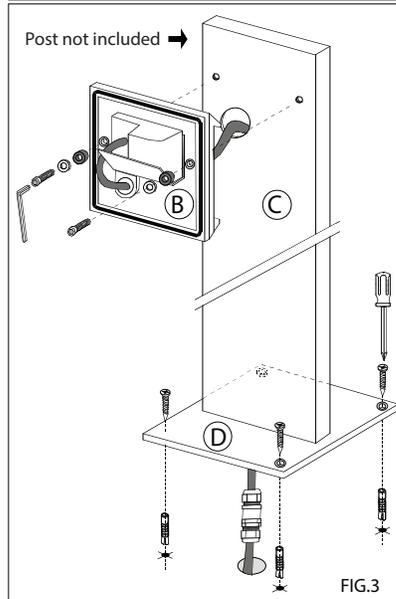

FIG.3
- Introdurre il cavo dell'apparecchio nel palo C e collegarlo al cavo di rete. FIG.3
- Fissare la piastra B al palo usando le rondelle in gomma e acciaio e le viti a brugola in dotazione. FIG.3
- Fissare la piastra D del palo a pavimento con viti e tasselli adeguati. FIG.3
- Insert the cable of the fitting into the pole C and connect it to the network cable. FIG.3
- Fix the plate B to the pole using the supplied rubber and steel washers and the Allen screws. FIG.3
- Fix the plate D of the pole to the floor with suitable screws and dowels. FIG.3
- Introduire le câble de l'appareil dans le pôle C et le brancher au câble du réseau. FIG.3
- Fixer la plaque B au pôle en utilisant les rondelles en caoutchouc et acier et les vis 6 pans fournies. FIG.3
- Fixer la plaque D du pôle au sol avec des vis et chevilles appropriées. FIG.3